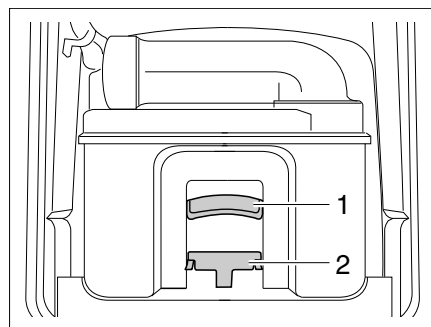

Fig. 365 Cassetta Thetford
- Tirare la staffa di supporto (Fig. 365,2) verso il lato anteriore per sbloccare la cassetta della toilette ed estrarre la cassetta mediante la maniglia (Fig. 365,1).